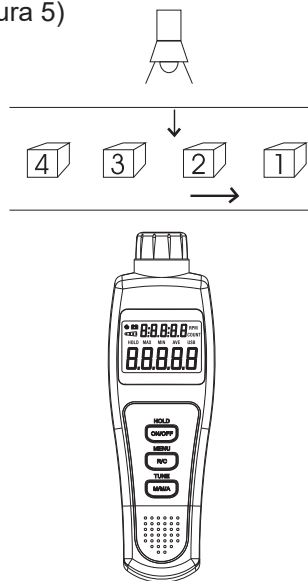

Figura 5
Recepción de la fuente de luz en el exterior (véase la figura 5)
2. Configure el medidor, el objeto bajo recuentos y la fuente de luz exterior como figura 5